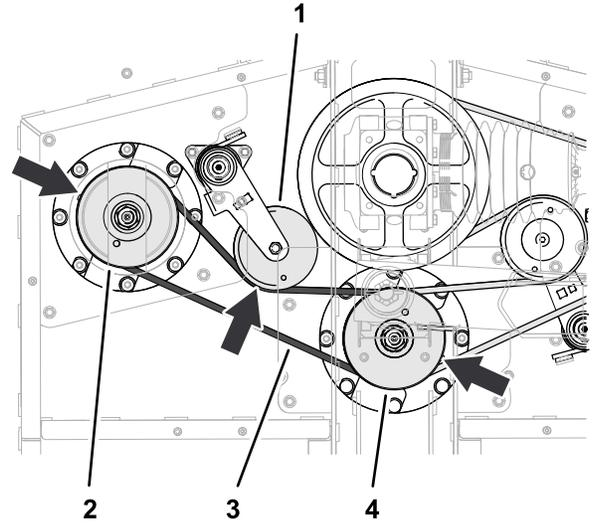

図 61
- 長いベルトを、左スピンドルプーリと、中央スピンドルプーリの下側の溝にセットする 図 61。
- ボールなどを使って短いベルトのベルトテンショナを左に回して、テンショナのプーリにベルトを取り付ける 図 61。